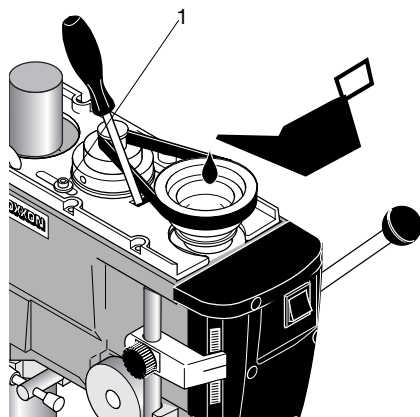

Fig. 3
2. Die beiden Schrauben 1 (Fig. 3) um eine Umdrehung lösen.
3. Mit einem Schraubendreher als Hebel Motor nach hinten drücken (Fig. 3), bis die gewünschte Riemenspannung erreicht ist.